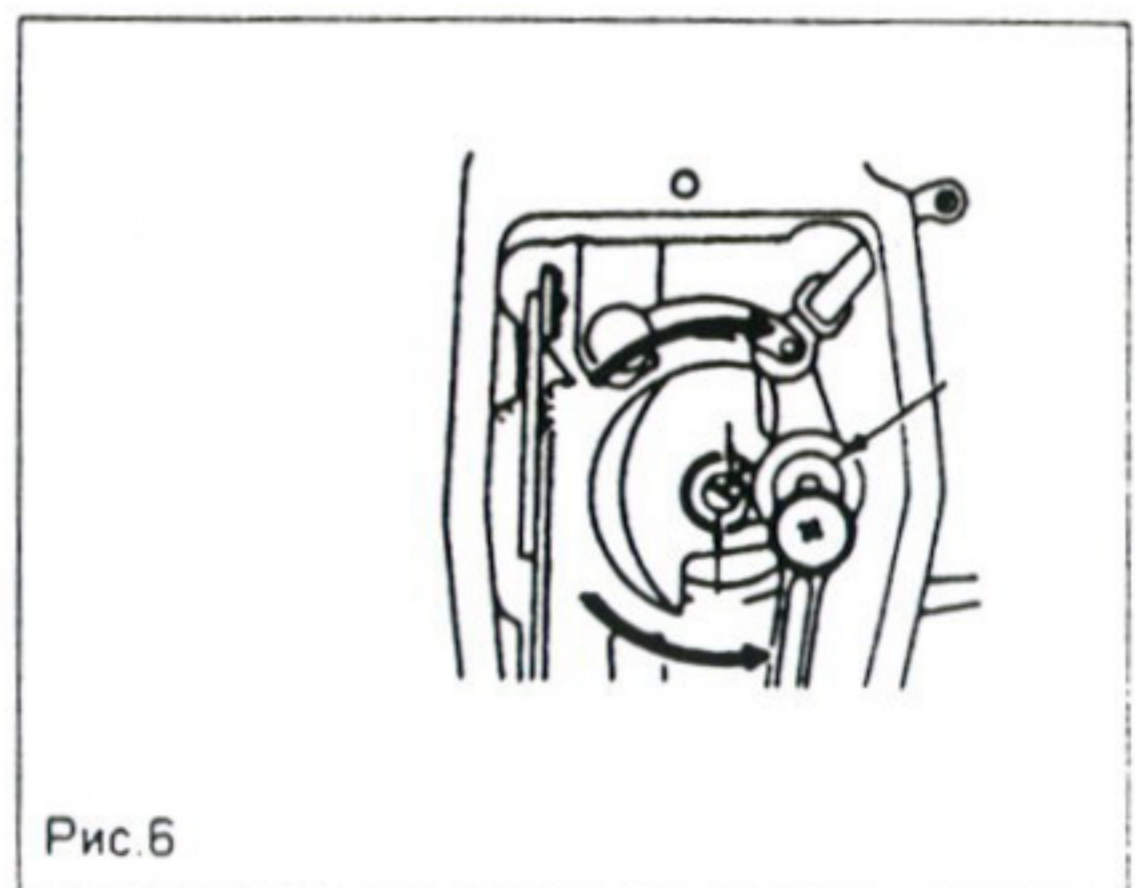

Рис.6
2. Регулировка количества масла, подаваемого на детали лицевой панели (рис.6)